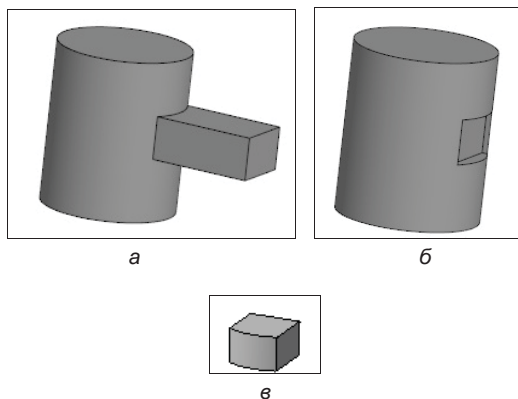

Рис. 21.22. Примеры булевой операции: исходная модель (а); результат вычитания (б); результат пересечения (в)
Эта команда позволяет выполнить булеву операцию над двумя телами, имеющимися в текущей модели. Команда доступна, когда в модели имеется более одного тела. Результат операции — новое тело. Проведем булеву операцию на простом примере. Для этого самостоятельно создайте два тела: цилиндр диаметром 25 мм, высотой 30 мм, а на расстоянии 30 мм от цилиндра создайте параллелепипед $8 \times 12 \times 20$ мм. Не забудьте при создании второй модели на вкладке **Результат операции** нажать кнопку **Новое тело**. В этом случае в местах входа параллелепипеда в цилиндр не будет четко обозначенных ребер (см. рис. 21.22, а). Далее выполните такие действия:
- ◆ нажмите кнопку **Создать объект** — вы создали новое тело (рис. 21.22, а). Линии ребер четко обозначились;
- ◆ нажмите кнопку **Создать объект** — вы создали новое тело (рис. 21.22, б);
- ◆ самостоятельно создайте новое тело с применением операции **Пересечение** (рис. 21.22, в).